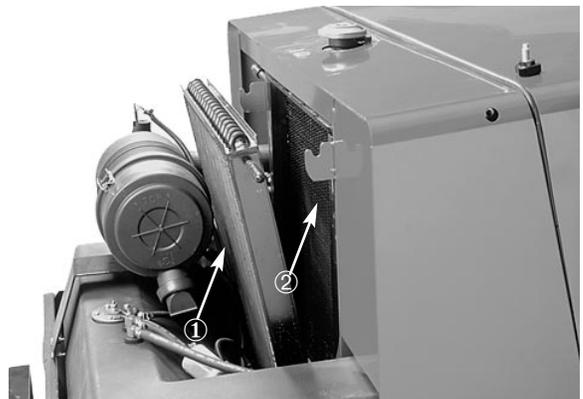

Figure 31
- b. Déposer les boutons qui fixent la grille arrière au cadre et déposer le cadre (Fig.31).